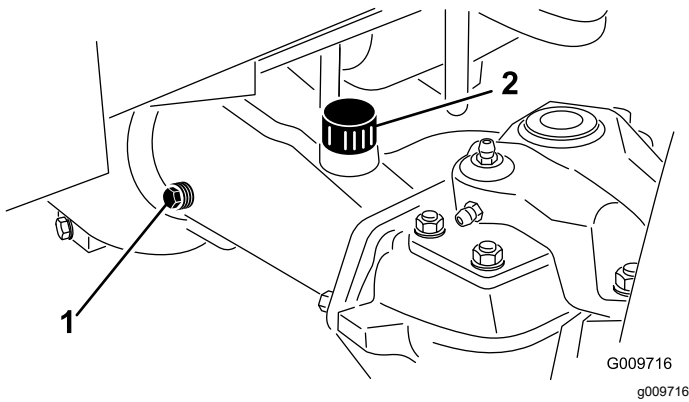

Bild 111
2. Entfernen Sie eine Prüfschraube aus einem Ende der Achse und stellen sicher, dass das Öl die Unterseite des Lochs erreicht (Bild 111).